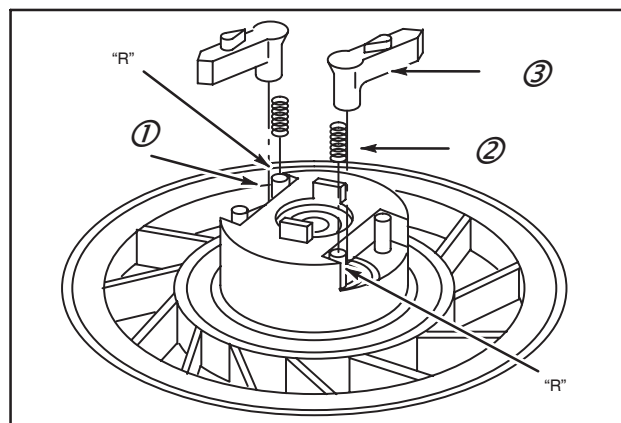

Fig. 37
1. Positionner les ressorts (2) sur les tenons (1) marqués "R", monter ensuite les cliquets (3), Fig. 37.